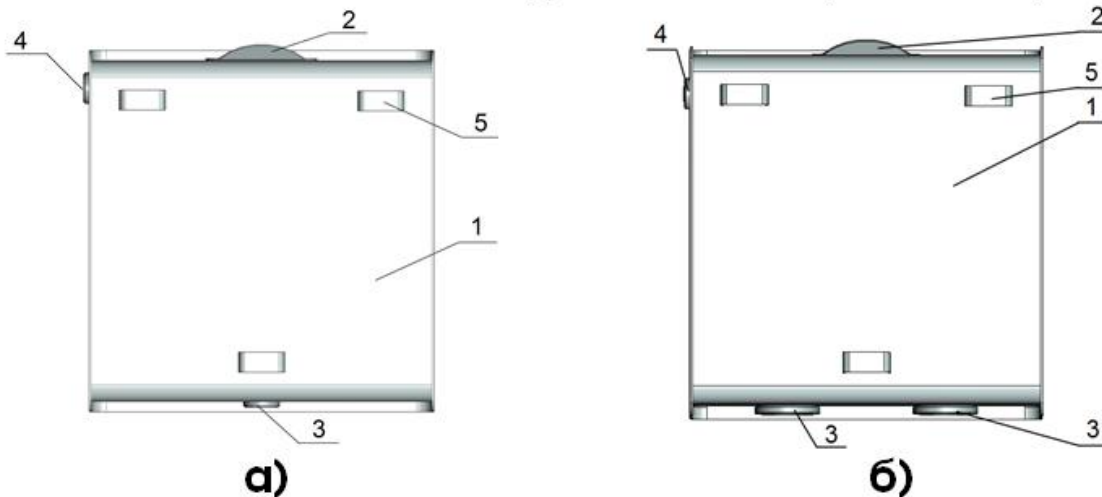

Рисунок 1. Расширительный бак открытого типа, вид сзади:
1.1. Расширительный бак открытого типа (ТУ 4937-006-71509782-2014) представляет собой цельносварную конструкцию прямоугольной формы (рис. 1) с приваренными скобами для подвеса и резьбовыми фланцами для подключения к системе отопления и дренажу.